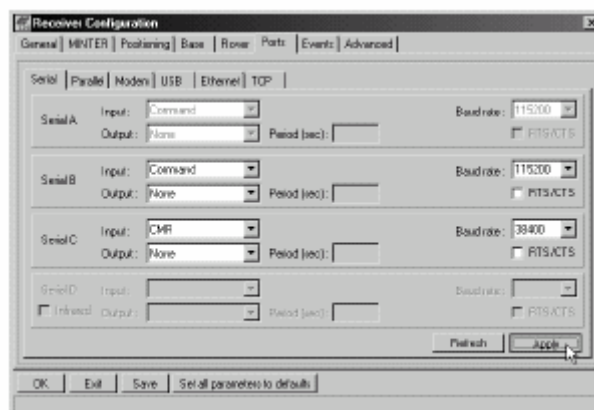

Figura 3-12. Configuración del equipo móvil. Puertos
6. Haga clic en la pestaña *Puertos* y configure los parámetros del puerto serie C que se indican a continuación (Figura 3-12).